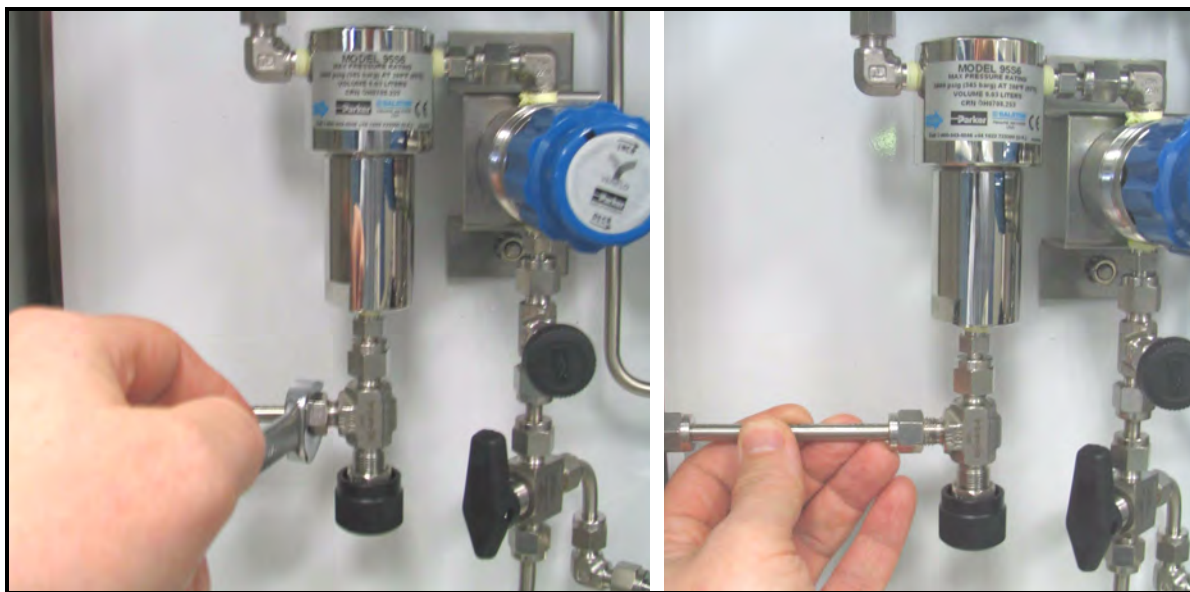

Figura 81: Corte de la conexión del tubo de salida
3. Corte la conexión del tubo de salida, en la desviación del filtro coalescente, y extraiga la sección de tubería (vea la Figura 81).